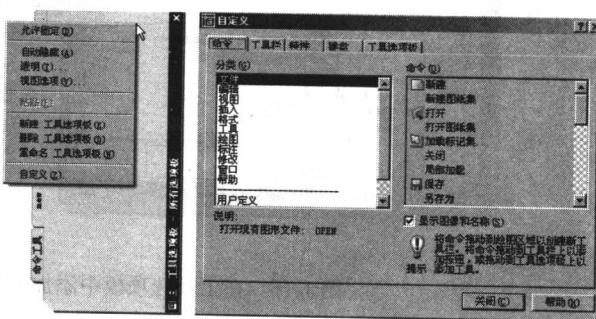

图 1-14 创建命令工具
- 创建命令工具：在任意工具选项板的空白区域中单击右键，弹出快捷菜单，如图 1-14 左图所示，然后单击“自定义”选项，在“自定义”对话框中的“命令”选项卡上，将命令图标拖放到工具选项板上，如图 1-14 右图所示。